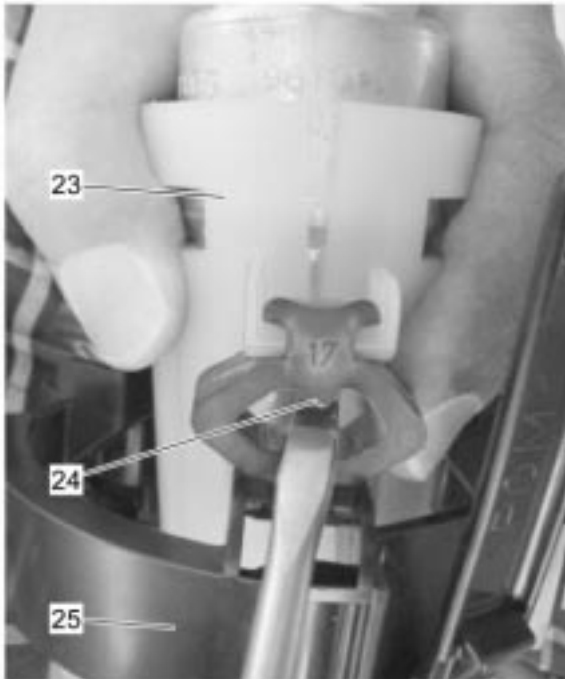

Abb. 7
- Mit einem Schraubendreher den oberen Teil der 3 Gummipuffer (24) aus der Hülse hebeln. Dazu die dreieckige Ausbuchtung von hinten nach oben drücken (siehe → Abb. 7).
- Pumpe mit Hülse (23) nach oben aus dem Halter (25) ziehen.
- Die Pumpe ist mit einem Bügel (22) in der Hülse gesichert (siehe → Abb. 7). Den Bügel (22) entfernen.